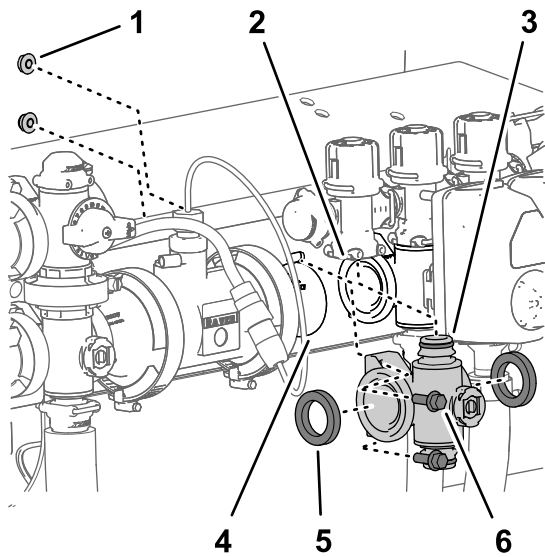
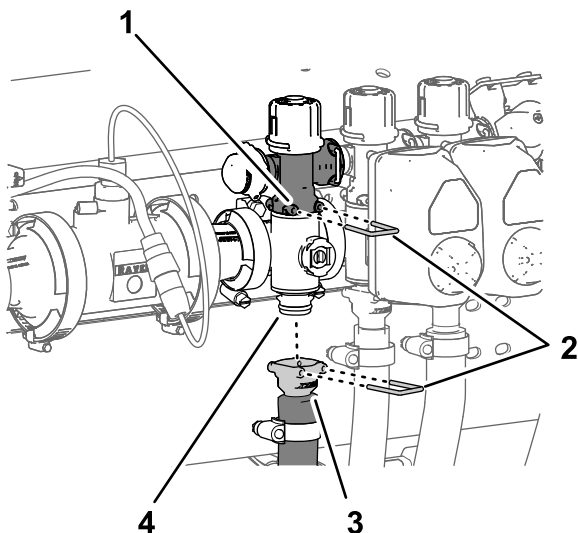

図 115
図 116
- ステップ 個別ブームマニホルドバルブの取り外し (ページ 73) で外したガスケット2枚を、ブームバルブマニホルドのフランジに合わせる 図 115。
- boomバルブマニホルドを、もう1つのboomバルブまたはカップリングアダプタの各フランジの間に入れる 図 115。
- boomバルブマニホルドのクイックコネクトフィッティングを、boomバイパスバルブのクイックディスクコネクトソケットに組み付けて、クイックコネクトピンで固定する 図 115と 図 116。
- 左右のboomバルブマニホルドを、バルブサポートに組み付ける 図 115 個別boomマニホルドバルブの取り外し (ページ 73)で取り外したフランジヘッドボルト $\frac{1}{4}$ " x $\frac{3}{4}$ "2本とフランジロックナット $\frac{1}{4}$ "2個を使用する。
- boomホースのクイックコネクトカップラを、boomバルブマニホルドのクイックコネクトフィッティングに組み付けて、クイックコネクトピンで固定する 図 116。